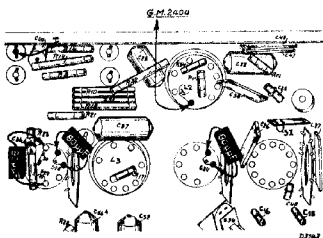

Fig. 3
3. Automatische volumeregeling uitschakelen door C40 kort te sluiten (Zie fig. 3).
6. 3e M.F.-kring verstemmen door een condensator van 80  $\mu\mu\text{F}$  parallel te schakelen aan S28 (fig. 3).
8. 4e M.F.-kring verstemmen door een condensator van 80  $\mu\mu\text{F}$  parallel te schakelen aan S29+S30 (fig. 3).
10. 1e M.F.-kring verstemmen door een condensator van 80  $\mu\mu\text{F}$  parallel te schakelen aan S24 (fig. 3).
7. GM 2404 aansluiten aan de anode van L2 (zie fig. 3).
12. C15 (fig. 3) trimmen op maximale output.